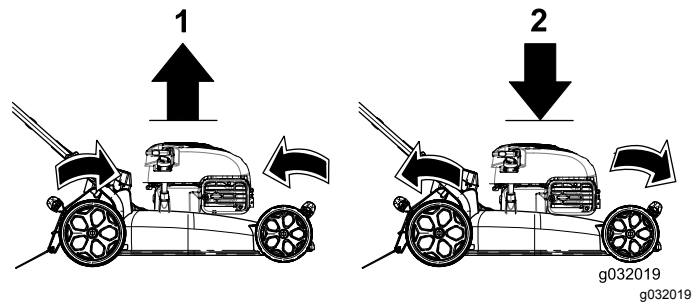

Figuur 13
2. Verwijder de peilstok door de dop linksom te draaien en eruit te trekken (Figuur 13).
5. Lees het oliepeil af van de peilstok (Figuur 13).
- Als het oliepeil op de peilstok te laag is (Figuur 13), giet dan voorzichtig een kleine hoeveelheid SAE 30 of SAE 10W-30 reinigingsolie in de vulbuis, wacht 3 minuten en herhaal stappen 3 tot en met 5 totdat de peilstok het juiste peil aangeeft. Raadpleeg Motorolie verversen \(bladz. 17\) voor het olietype.
- Als het oliepeil op de peilstok te hoog is (Figuur 13), tapt u de overtollige olie af totdat de peilstok het juiste peil aangeeft, zie Motorolie verversen \(bladz. 17\).